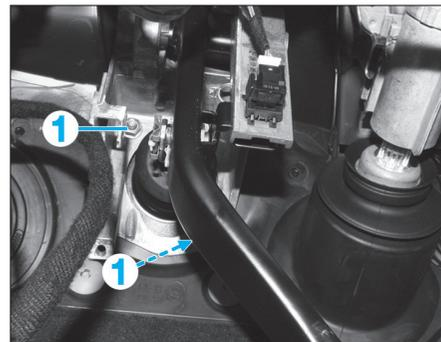

Fig. 32
- Déposer les écrous (1) (Fig.32).